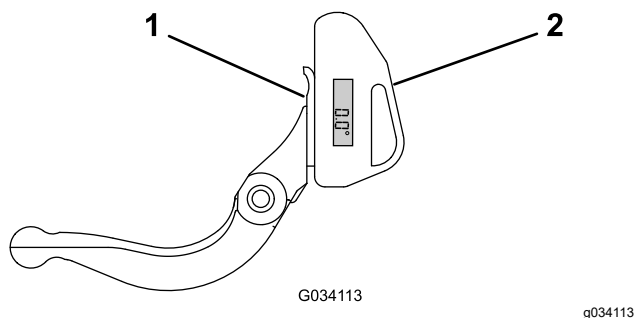

Figura 24
1. Coloque o indicador de ângulo no lado inferior da lâmina de corte, como se ilustra na Figura 24.